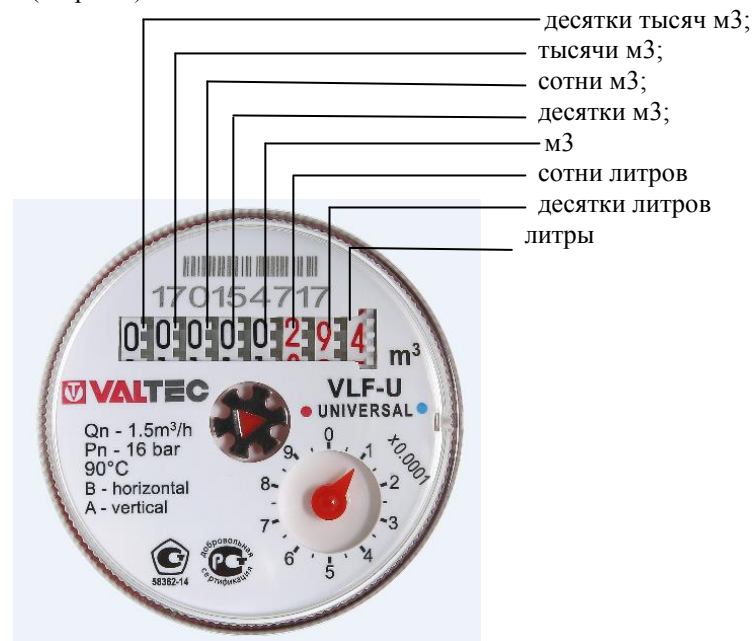

Рисунок 2. Табло счетчика
6.1. Показания прибора считываются в прямоугольных окошках табло (см.рис.2):